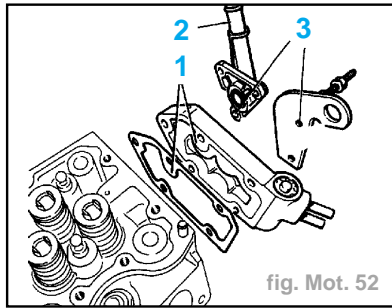
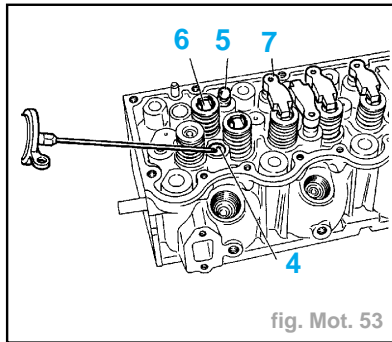

fig. Mot. 52
fig. Mot. 53
- Reposer (fig. Mot. 52) :
- le réchauffeur équipé d'un joint neuf (détrompeurs (1) vers le haut).
- la plaque embout (2) équipée d'un joint torique neuf,
- Les vis colonnettes seront montées dans les trous (3).
- Par les trous (4) d'alimentation en huile des rotules hydrauliques, remplir d'huile moteur le canal d'huile (fig. Mot. 53).